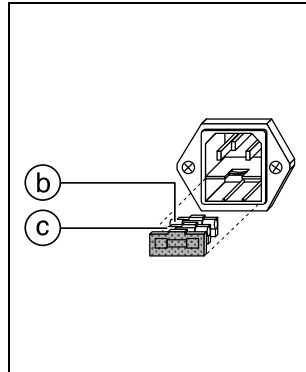

Fig. 5.2
Enlever le fusible défectueux ② et le remplacer par le fusible de réserve ③ dont on aura préalablement vérifié l'ampérage (fig. 5.2).
Reemplazar el fusible dañado ② con el de reserva ③, verifique que las características del fusible de reserva sean las correctas (Fig. 5.2).